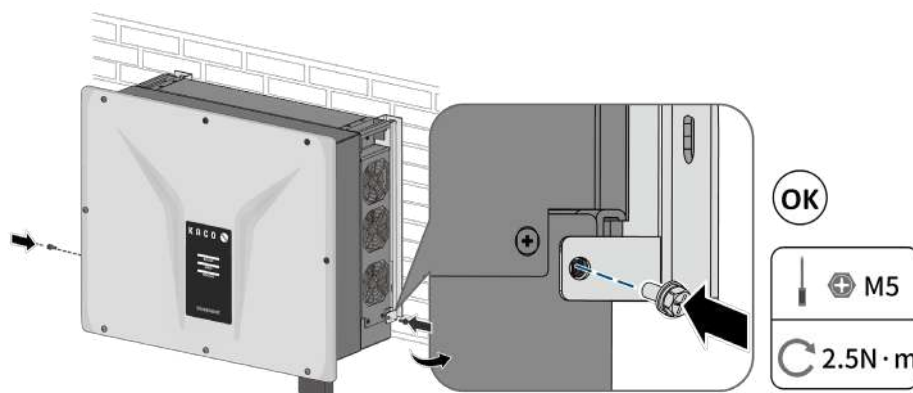

Abb. 12. Wechselrichter sichern
3. Beiliegende Schraube an der Lasche der Halterung einsetzen und Gerät zur Sicherung gegen Ausheben befestigen (siehe Abb. 12). [ P /  2,5 Nm]